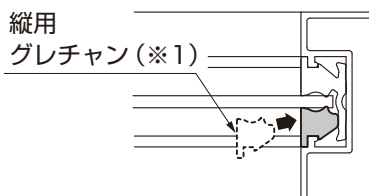

図6-8
⑤①で裂いた縦用グレチャン(※1)を格子下段にはめ込んでください。(図6-8参照)